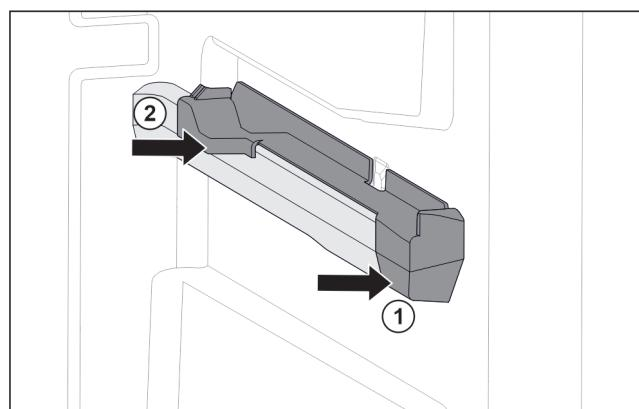

Fig. 119 Piesă de fixare pe nervura din dreapta a recipientului
- Așezați piesa de fixare în față pe nervura recipientului. Fig. 119 (1)
- Apăsați piesa de fixare spre spate. Fig. 119 (2)